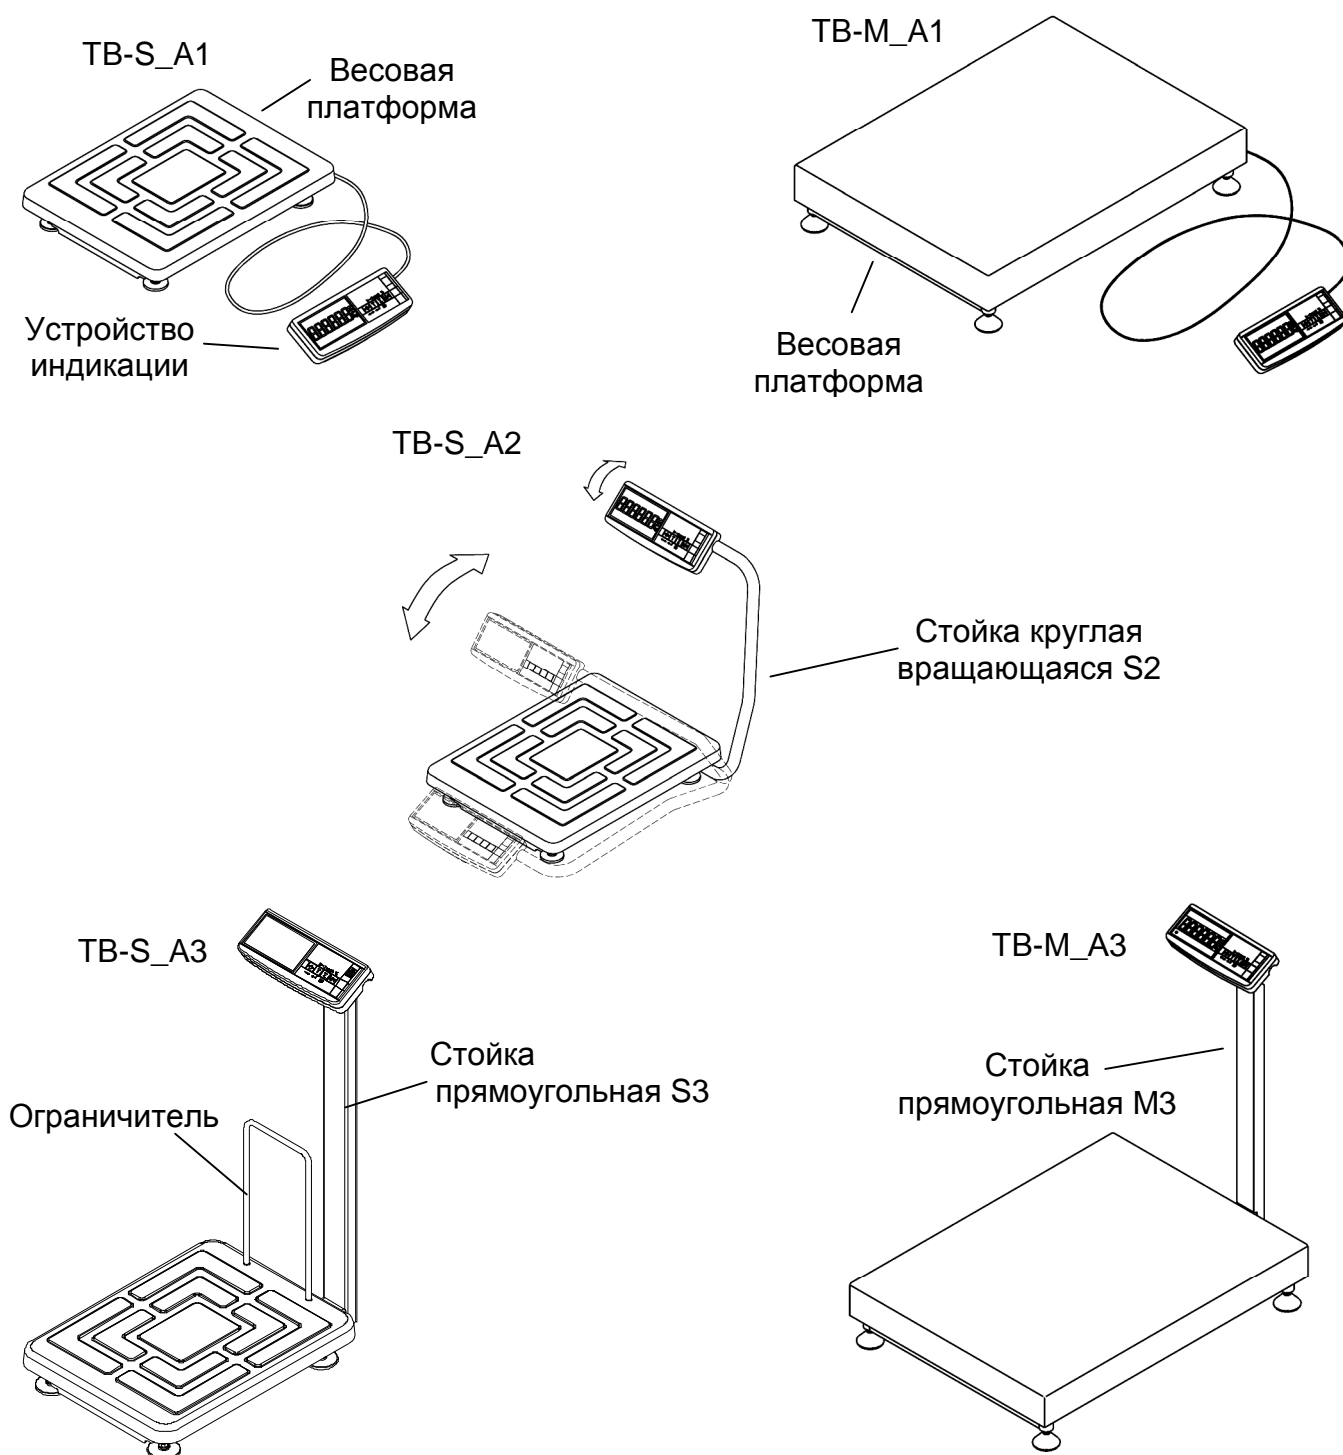

Рисунок 5.1 - Варианты исполнения весов
5.1 Весы состоят из весовой платформы и устройства индикации. В зависимости от способа установки устройства индикации весы поставляются в следующих вариантах (рисунок 5.1):
- вращая стойку (рисунок 5.1) установить ее в удобное для работы положение и зафиксировать, плотно затянув винты в кронштейнах основания (восемь винтов). На входе в стойку оставить припуск кабеля длиной $20\div 30$ мм;